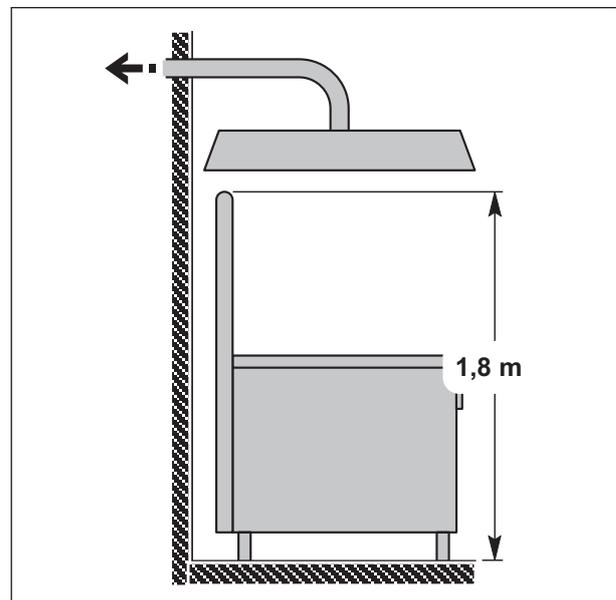

Abb. 21 Rauchabzug durch Abzugshaube
- Der Endteil der Geräteabzugsleitung muss sich etwa **1,8 m** von der Abstützfläche des Geräts befinden; die Mündung der Abzugsleitung der Verbrennungsprodukte muss sich genau unter der Haubenbasis befinden (siehe *Abb. 21 Rauchabzug durch Abzugshaube*).